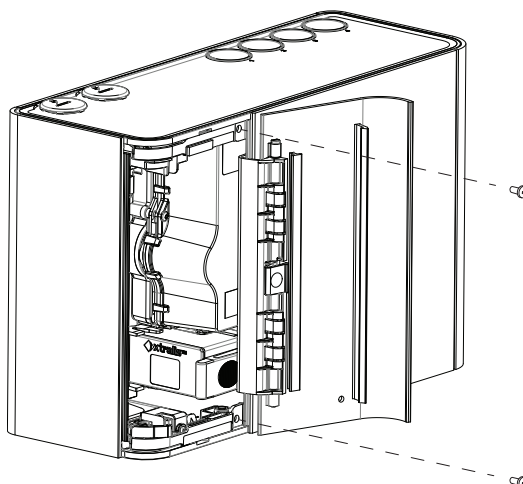

Рис. 7-8: Демонтаж панели — снятие винтов
2. Открутите два винта, расположенных по линии шарнира дверцы, как показано ниже на Рис. 7-8.